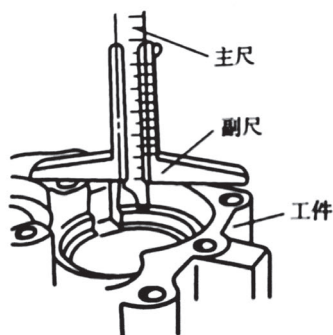

图1-14 用深度游标卡尺测深度
(4) 用深度游标卡尺测量工件深度时,如图 1-14 所示:将主尺与工件被测底面平整地接触,然后缓慢地移动副尺,使副尺与工件表面接触,旋紧固定螺钉,根据主尺、副尺所示数值读出尺寸。读数方法与游标卡尺相同。测量时用力不宜过大,以免影响测量精度和读数的准确性。